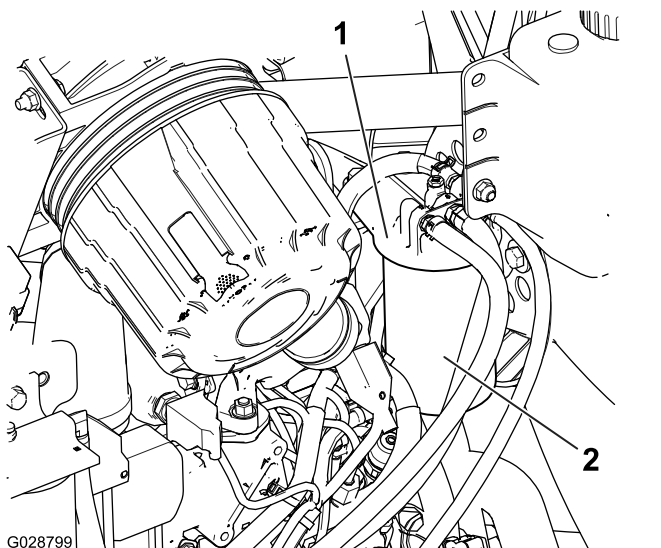

Figura 96
1. Curățați zona din jurul capătului filtrului de combustibil (Figura 96).
2. Scoateți filtrul și curățați suprafața de montare a capătului filtrului (Figura 96).